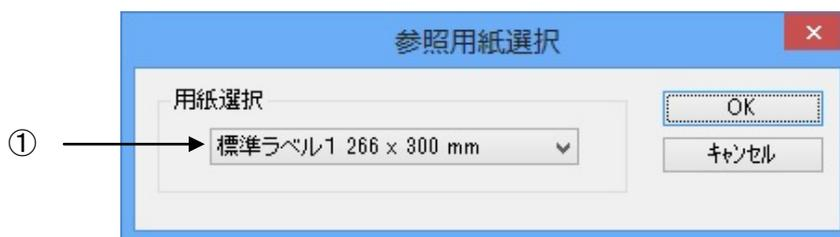

図 1.7.8 参照用紙選択画面
- ①各設定値を登録済みの用紙から参照します。クリックすることにより、図 1.7.8 に示す画面が表示されます。